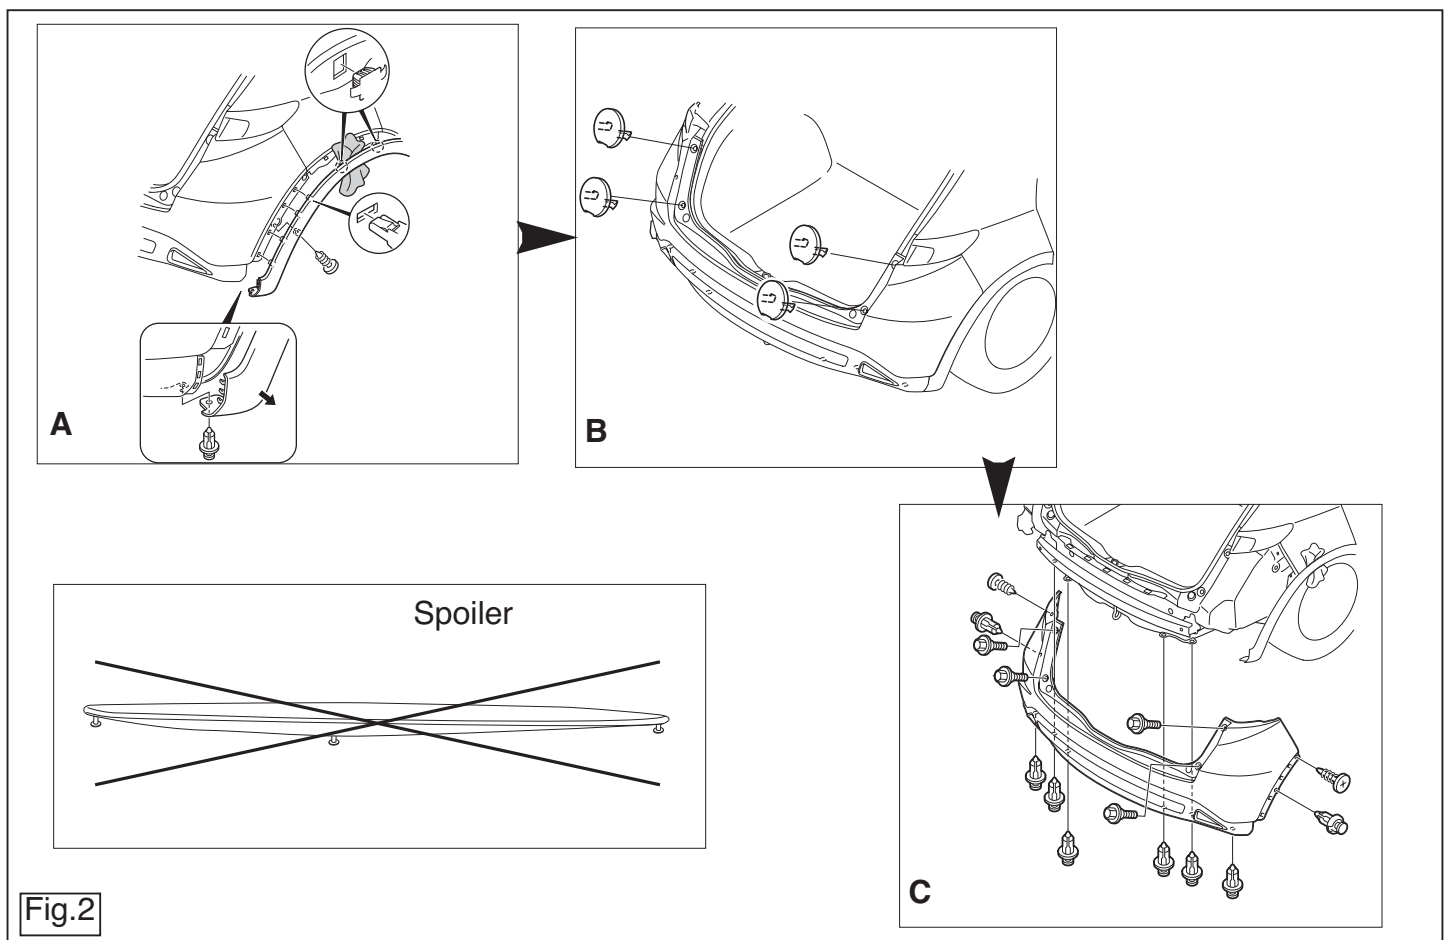

Fig.2
3. Remove the bumper. (See figure 2).
12. Fit the bumper. (See figure 2).
3. Die Stoßstange abmontieren. (Siehe Abbildung 2).
12. Die Stoßstange montieren. (Siehe Abbildung 2).
3. Démonter le pare-chocs. (Voir la figure 2).
12. Mettre en place le pare-chocs. (Voir la figure 2)
3. Снять бампер. (См. рисунок 2).
3. Demonter kofangeren. (Se fig 2).
12. Monter kofangeren. (Se fig 2).